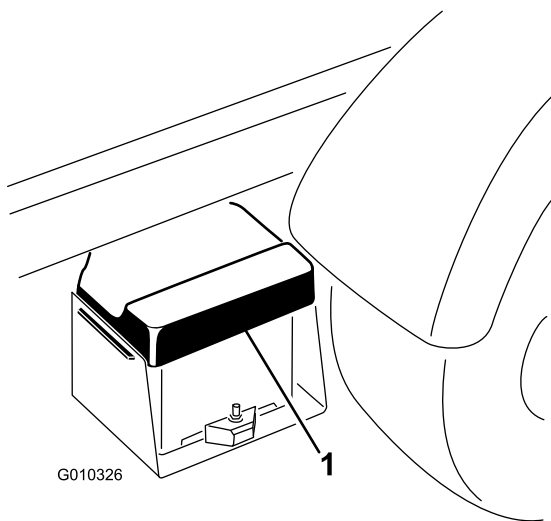

Figura 3
- A. Stringete il coperchio della batteria per liberare le linguette dalla cassetta della batteria (Figura 3).
- B. Staccate il coperchio dalla cassetta della batteria (Figura 3).